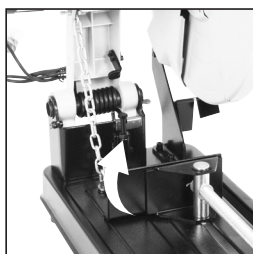

FIG. 6
- Draai de borgmoer op de stopschroef voor de neerwaartse beweging los. (Fig. 6)